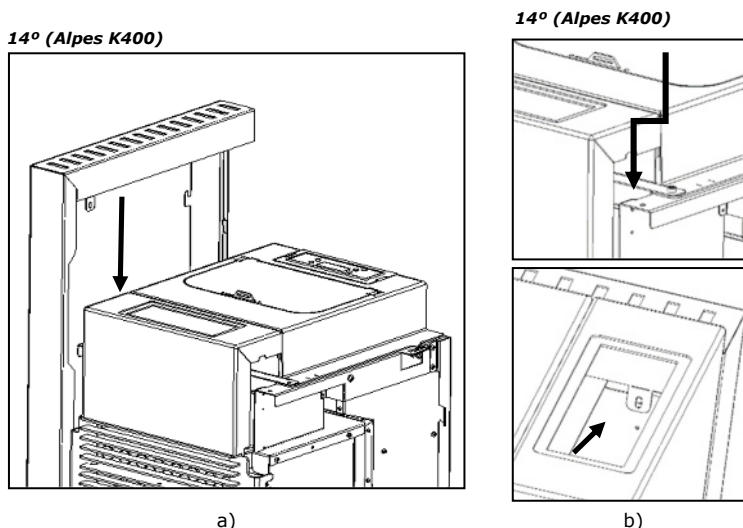

Figura 66 - Encaixe das patilhas nas estruturas laterais
p) Na parte superior a patilha mencionada deve passar entre o frontal de acabamento superior e a estrutura da máquina como demonstra a Figura 66. No caso Alpes K300 a patilha não fica visível.